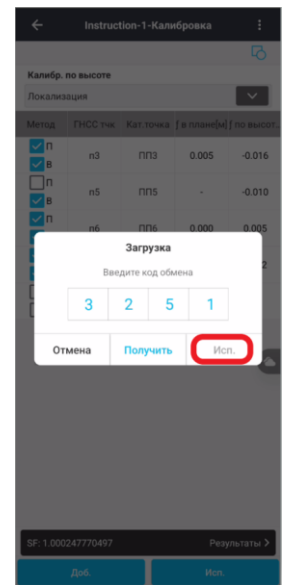

Рисунок 2.2.23
- ☛ После использования калибровки (Рисунок 2.2.23) пары точек отобразятся в поле калибровки.